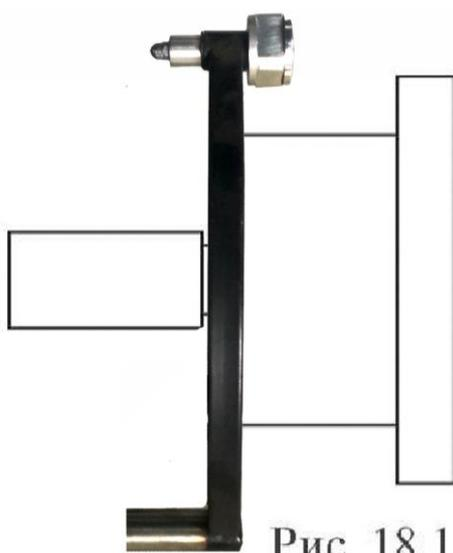
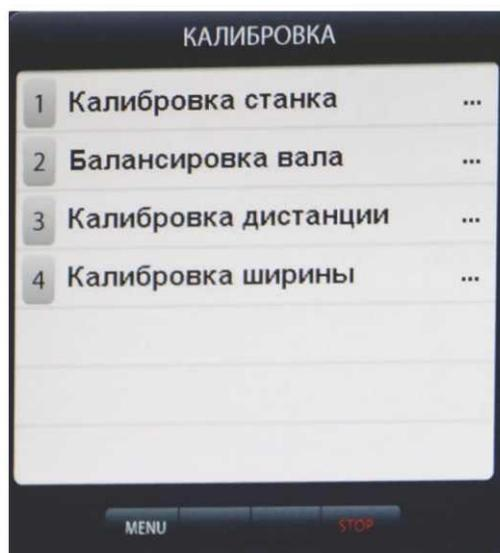
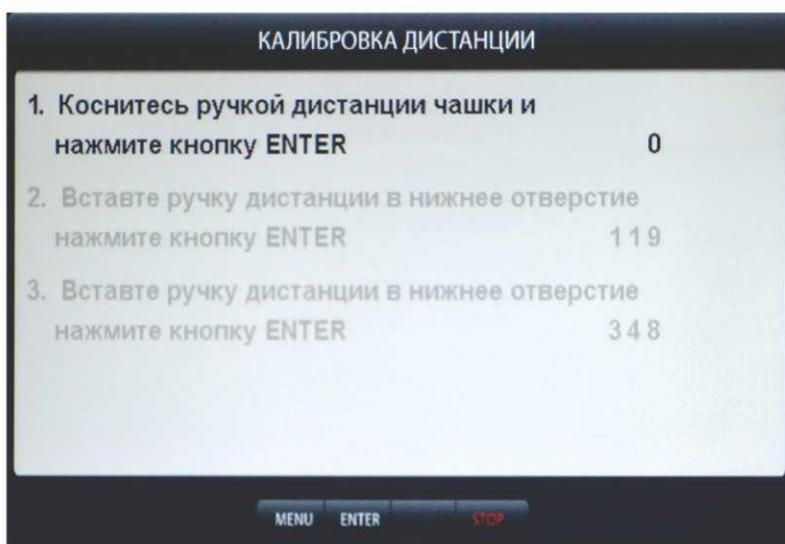

Рис. 18.1
рис.18.2
рис.18.3
19.1.1. Калибровка тракта измерения дистанции. Для оценки погрешности устройства ввода дистанции выдвиньте штангу ввода параметров и уприте внешнюю боковую сторону её рукоятки в задний торец фланца вала, как показано на рис. 18.1. При этом на экране ввода геометрических параметров (см. рис.10.2) появится величина дистанции. Если величина
Нажмите кнопку «MENU», в открывшемся окне MENU выберите пункт 5 «Калибровка», нажав кнопку 5 в верхнем ряду клавиатуры. Откроется окно КАЛИБРОВКА (рис.18.2). Выберите п. 3 «Калибровка дистанции» нажав кнопку 3 в верхнем ряду клавиатуры, откроется окно КАЛИБРОВКА ДИСТАНЦИИ (рис.18.3). Выдвиньте штангу ввода параметров, уприте внешнюю боковую сторону её рукоятки в задний торец фланца вала, как показано на рис. 18.1 и нажмите кнопку «ENTER». В окне КАЛИБРОВКА ДИСТАНЦИИ выделится второй пункт: «2. Вставьте ручку дистанции в нижнее отверстие, нажмите кнопку «ENTER»